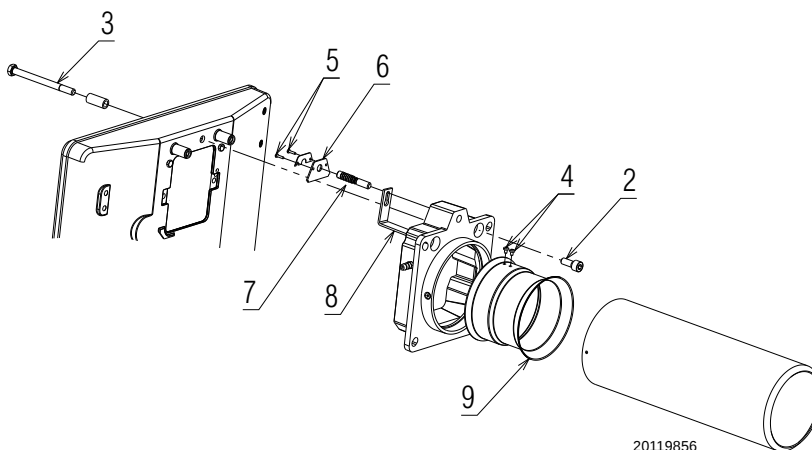

Fig. 3
- Dévisser les deux vis 2)(Fig. 3) et la vis 3) pour enlever l'ensemble interface ;